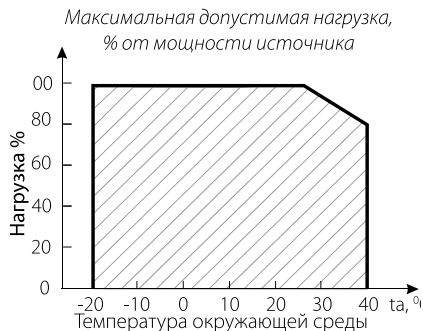

Рис. 2.
4.3. Не нагружайте источник питания более 80% от его максимальной мощности. Учитывайте, что с повышением температуры окружающей среды, максимальная мощность источника питания снижается, см. график зависимости на Рис. 2.